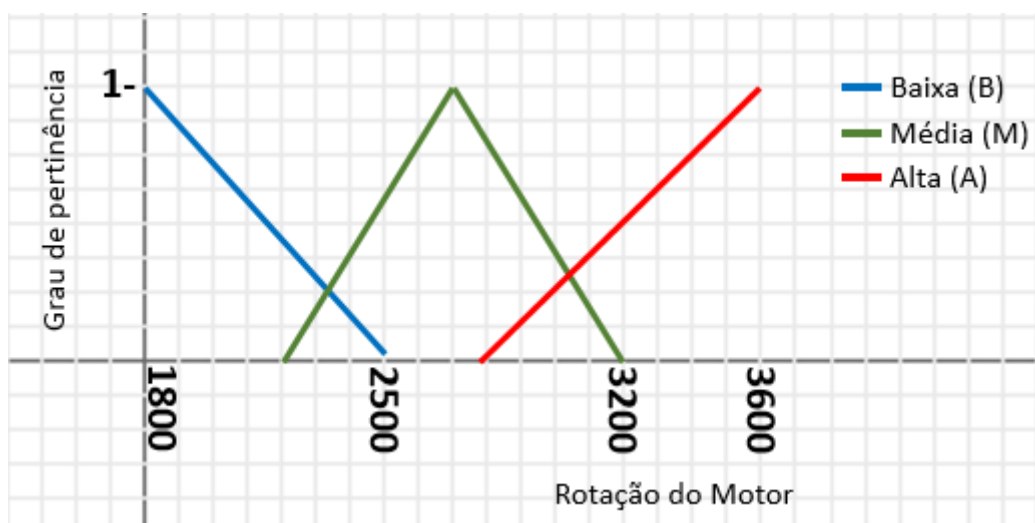

Figura 1: Rotação do motor de 1800 até 3600 rpm.
Rotação do motor (Baixa (B), Média (M) e Alta (A)), Figura 1.